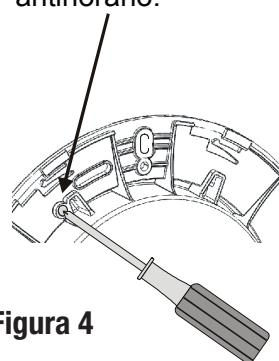

Figura 4
**Extracción de la luz LED Universal ColorLogic/CrystaLogic del nicho LFGUY1000:** extraiga el anillo de ajuste girándolo en sentido antihorario. Si la extracción es difícil, inserte cuidadosamente un destornillador de cabeza plana en una de las cuatro ranuras frontales para ayudar a girar el anillo de ajuste. Una vez extraído, inserte un destornillador Phillips n.º 2 o cualquier destornillador pequeño en el orificio de acceso como se muestra a continuación (Figura 4). Empujar directamente en el agujero hará que el bloqueo se libere, permitiéndole girar la luz en sentido antihorario. Retire el destornillador y continúe girando la luz hasta que pueda extraerla de la lámpara.